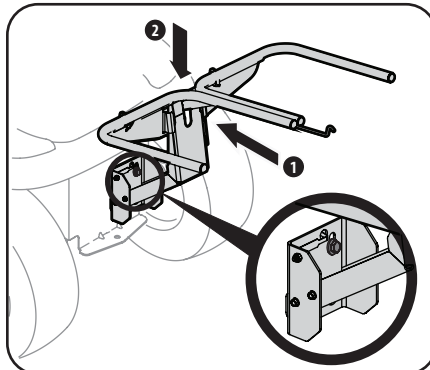

Figure 4-3
1. Installez le support vertical (819-010511) sur les vis à épaulement. Poussez le support vertical vers le bas pour le fixer en place. Voir Figure 4-3.